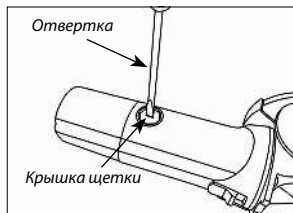

Рис. 8
2. С помощью отвертки выкрутите крышку щеточного узла. Достаньте угольную щетку, вставьте на ее место новую (Рис. 8).